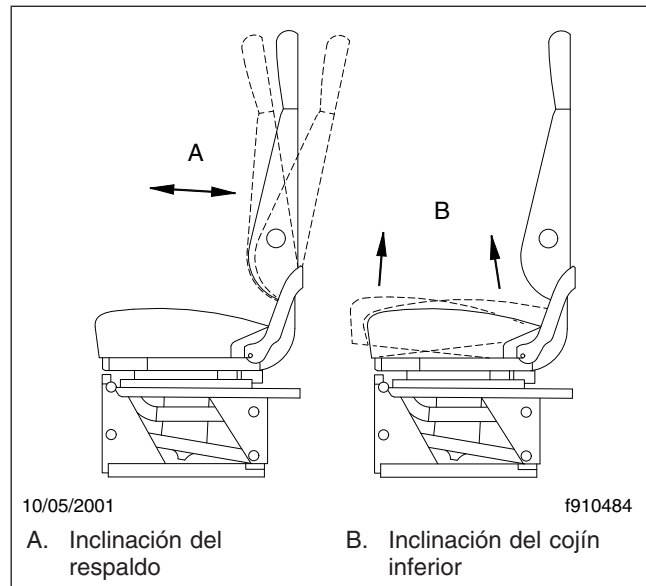

Figura 5.8, Ajustes de inclinación de los cojines del asiento
5. Inclinación del respaldo: Este ajuste inclina el respaldo hacia adelante o atrás (Figura 5.8).
6. Inclinación del cojín inferior del asiento: Este ajuste sube o baja la parte delantera y/o trasera del cojín inferior del asiento. Este ajuste es más fácil de realizar cuando se quita todo el peso del asiento (Figura 5.8).
7. Inclinación del asiento: Inclinación del asiento: Cuando se hace este ajuste, el ensamble del asiento (cojín inferior y respaldo) se inclina hacia adelante o atrás (Figura 5.8).